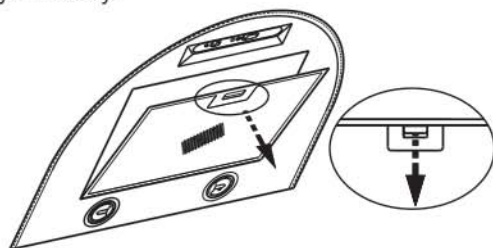

РИС. 4
- снимите алюминиевый фильтр (рис.4);
8.3 Для очистки алюминиевого фильтра извлеките его из зонта (рис. 4) и произведите его очистку с помощью щетки горячим водным раствором нейтрального моющего средства вручную или в посудомоечной машине (при 60°C).
нажмите на пружинный замок на фильтре и потяните его вниз и на себя (рис. 4);